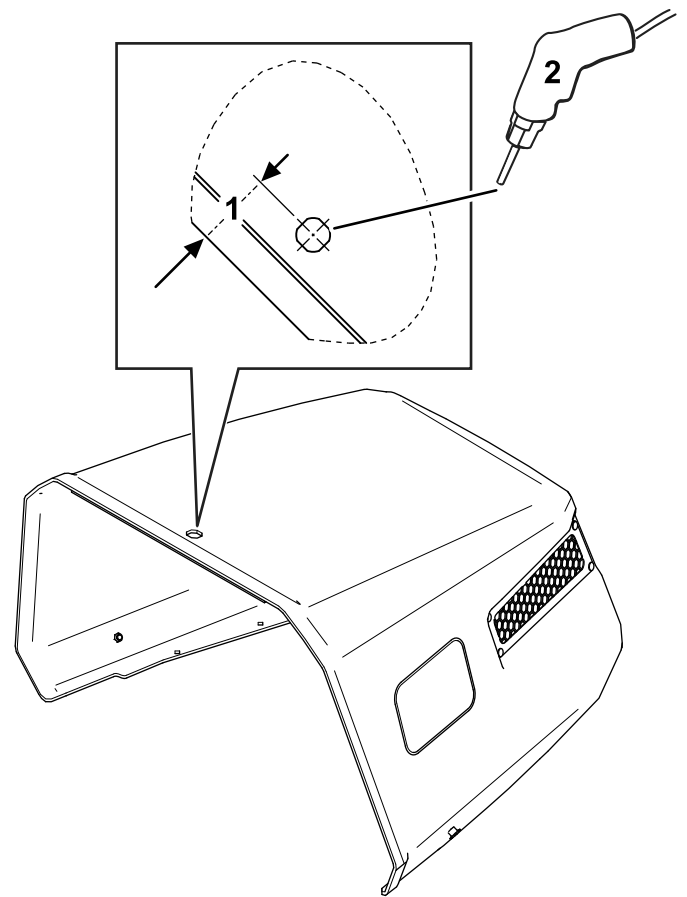

Figure 50
1. Avec un foret ($\frac{7}{8}$ "), percez un trou au centre du capot, comme montré à la Figure 50.